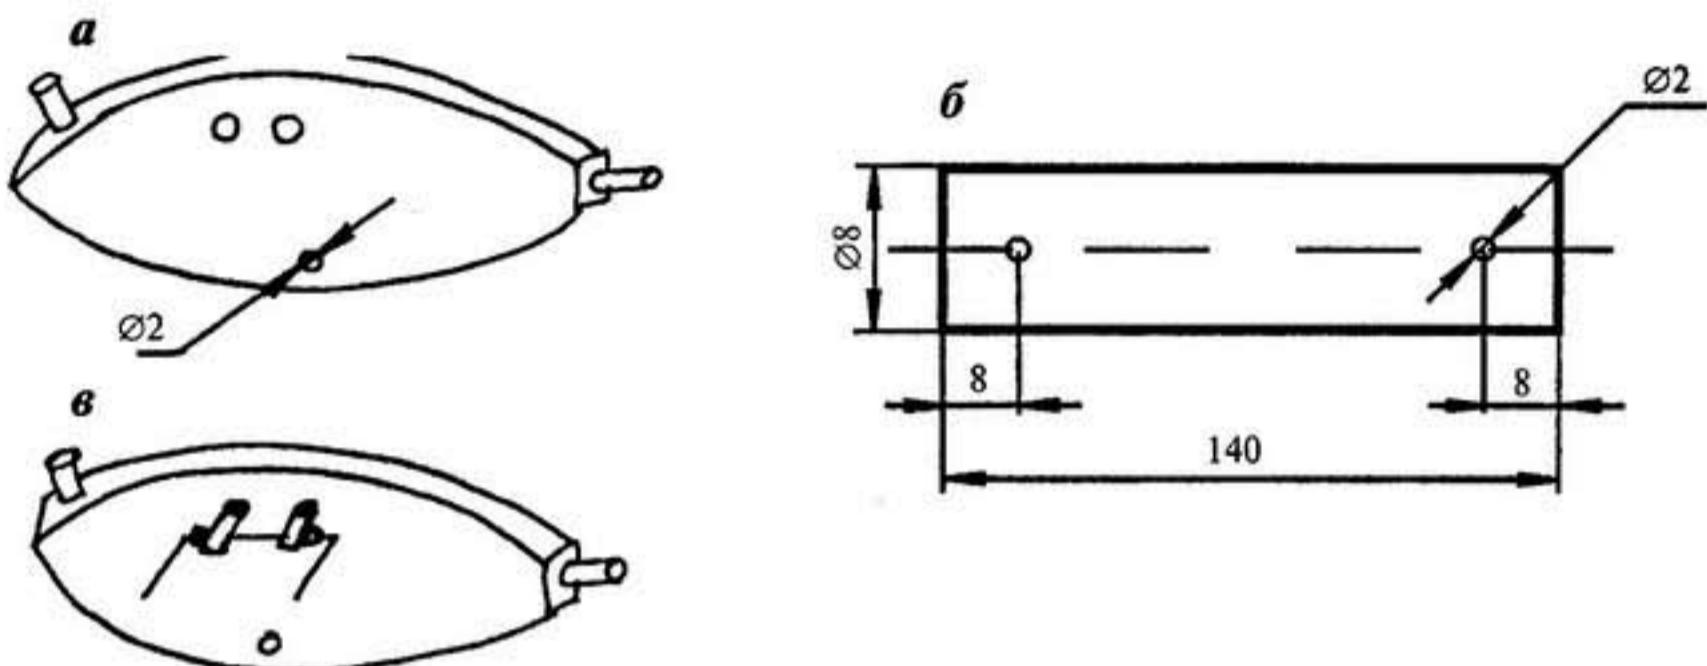

Рис. 236
1. Вставьте нагели в отверстия на туловище птицы, расположенные в начале и в конце (рис. 236, *a*). Их можно сразу посадить на клей. Разметив по шаблону отверстие для лески, просверлите его сверлом Ø2 мм.
2. В двух нагелях просверлите отверстия так, как показано на рис. 236, *b* и вставьте их в туловище (рис. 236, *в*). В эти отверстия войдут проволочные кронштейны.
3. В отверстия на нагелях вставьте проволоку с одной и с другой стороны туловища, насадите на нее бусинки и загните концы так, чтобы они были одинаковыми по длине (рис. 236, *в*).